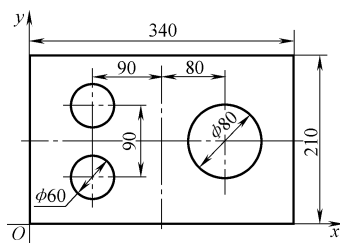

图 3-9
13. 图 3-9 所示为一用厚度为 2mm、材质为 10 钢钢板一次冲制成形的工件，试计算需多大冲裁力，并在图示坐标系中计算确定其压力中心（10 钢钢板的抗剪强度为 340MPa）。